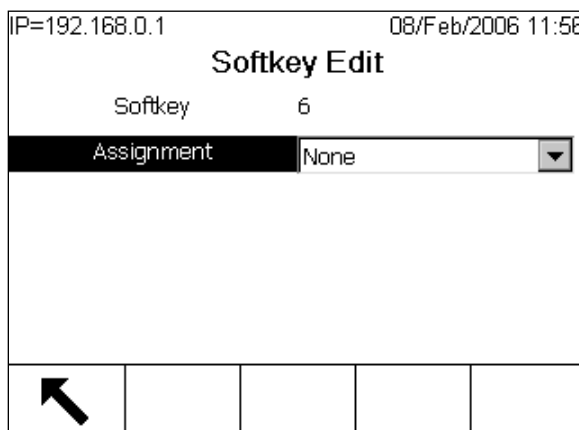

Figura E-5: Softkey non assegnato
- Per eliminare un soffkey senza spostare di una posizione verso l'alto gli altri tasti, modificare semplicemente il tasto, non riassegnandolo, come mostrato in Figura E-5.